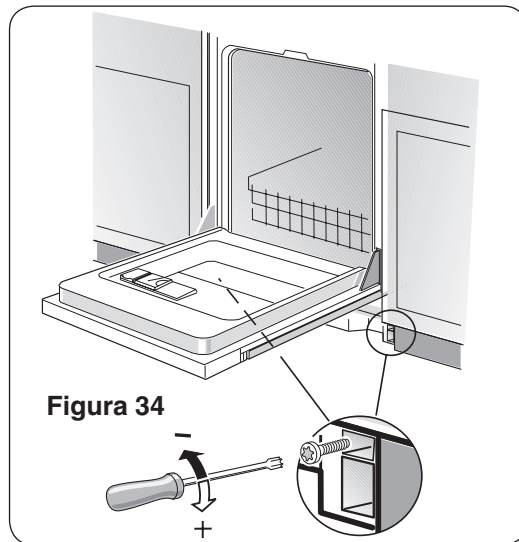

Figura 34
Paso 1 - Inserte la parte corta del soporte de montaje del panel de pie en la ranura de la base de la lavavajillas como se muestra en la **Figura 34**.